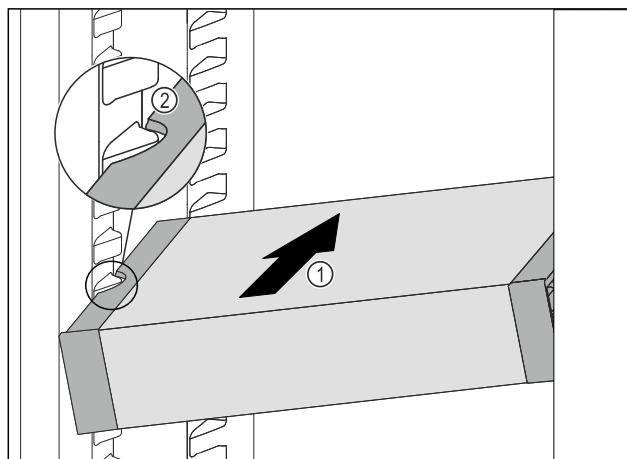

Fig. 123
- ▶ Lükake VarioSafe'i kaldu jahutusosasse Fig. 123 (1), kuni VarioSafe'i külgmised väljalõiked Fig. 123 (2) asuvad jahutusosas anumaribi kõrgusel.